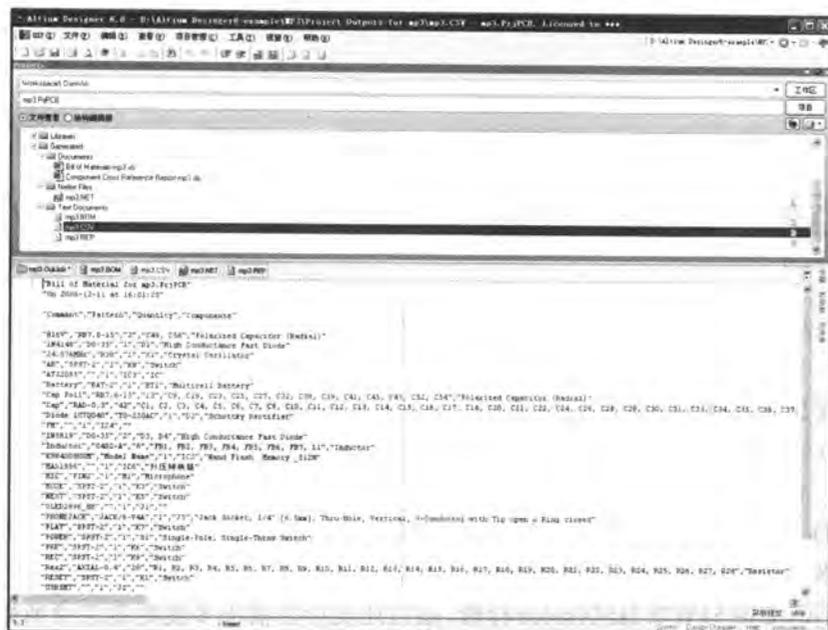

图 6-24 元器件报表的批量输出
- [3] 单击  按钮确认，系统执行批处理操作，一次性完成了各种元器件报表的创建，并自动打开，如图 6-24 所示。